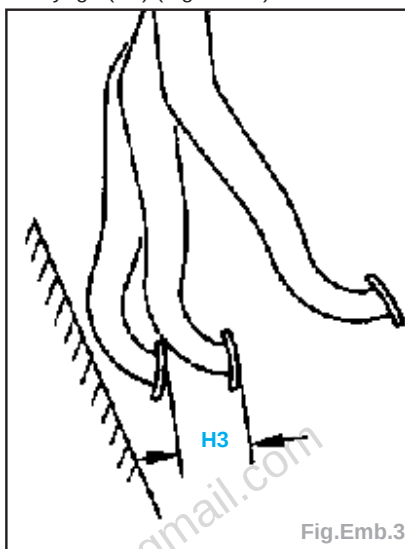

Fig.Emb.3
- Hauteur de pédale d'embrayage (H) avec tapis, isolation : **178 mm à 188 mm**.
- pédale d'embrayage (H2), desserrer le contre-écrou, puis faire tourner le contacteur (1) dans le support pour augmenter l'écartement (H2) entre **0,5 mm** et **1,5 mm**, et resserrer le contre-écrou.
- Hauteur de prise de la pédale d'embrayage (H3) (Fig.Emb.3) :